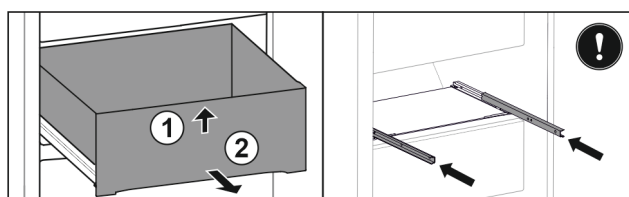

Fig. 28 *
- ▶ Soulever la partie avant du tiroir Fig. 28 (1)*
- ▶ Sortir le tiroir par l'avant Fig. 28 (2)*